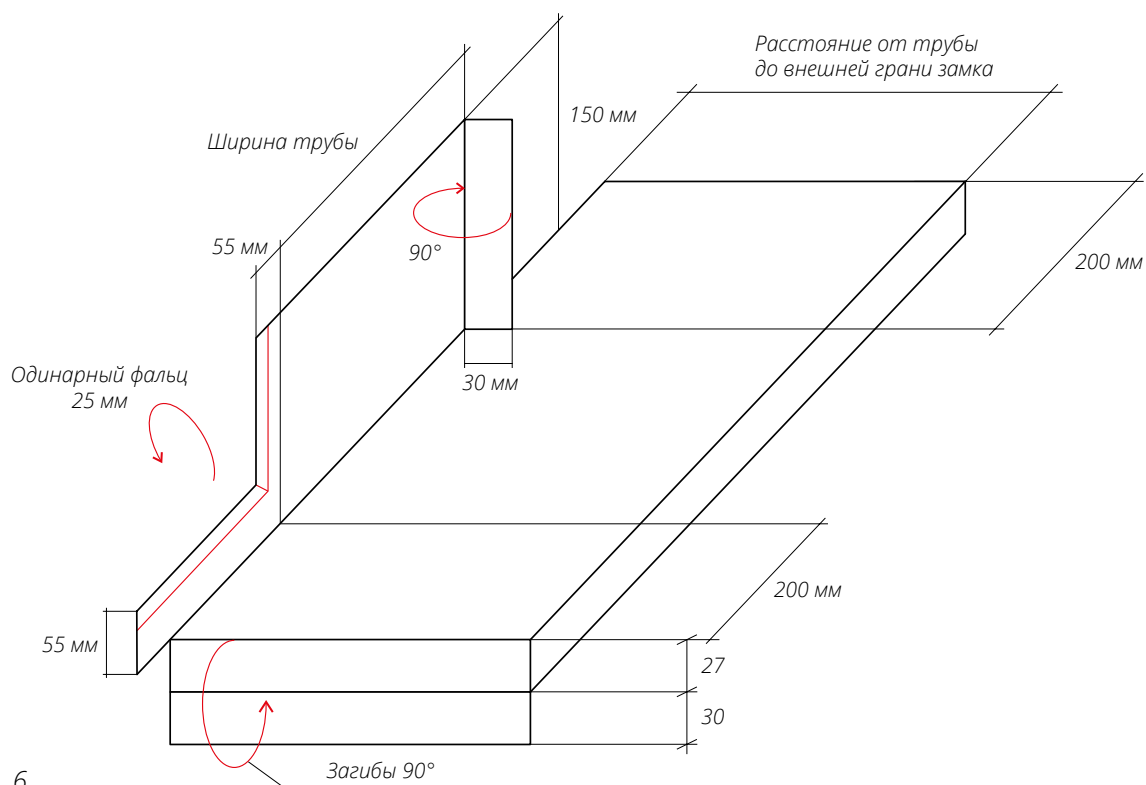

Рис. 6
- Произведите подготовку боковых планок обхода из плоского листа или из панели под конек. В нижней части планки сделайте два загиба 30 и 27 мм по аналогии с Планкой примыкания к трубе нижней (рис. 6).